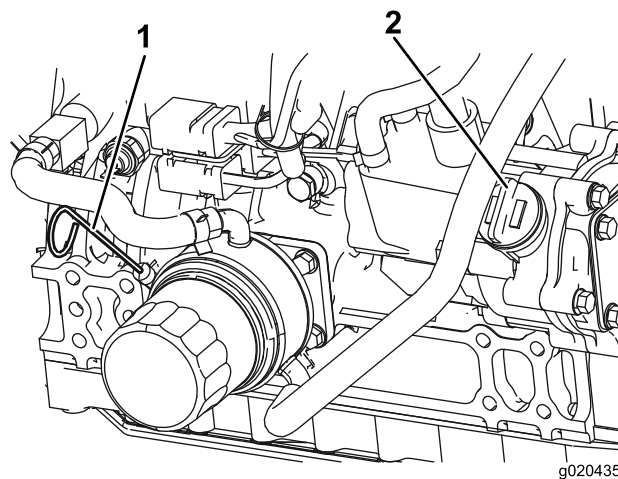

Figure 8
3. Sortez la jauge, essuyez-la sur un chiffon propre, remplacez-la dans le goulot de remplissage, puis ressortez-la. Le niveau d'huile doit se situer entre les repères minimum et maximum (Figure 8).
4. Si le niveau d'huile est trop bas, retirez le bouchon de remplissage (Figure 8) et faites l'appoint d'huile jusqu'à ce que le niveau se situe entre les repères minimum et maximum. **Ne remplissez pas excessivement.**